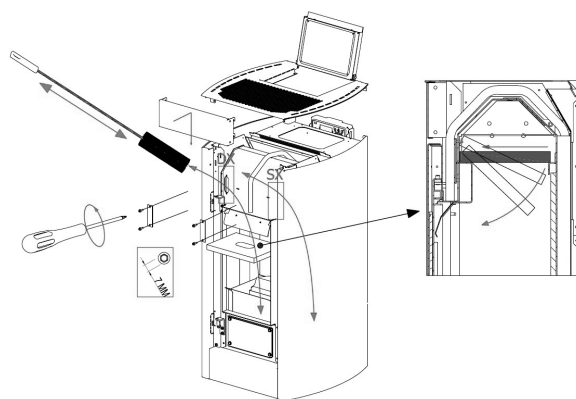

Fig. 84 - Čiščenje
- Izvijte zgornji ščitnik (glejte **Fig. 84**), posesajte ven morebitni pepel in očistite notranje stene zgorevalne komore.